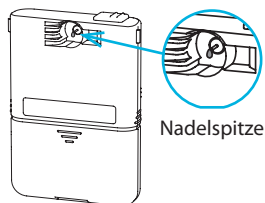

Abbildung 83
- Halten Sie die Pumpe in der Ausrichtung, wie in Abbildung 83 dargestellt, und drücken Sie die Taste am PDA zum Auffüllen des Reservoirs (Abbildung 84). Der Kolben beginnt sich langsam zu bewegen. Drücken Sie die Taste so lang, bis ein Tropfen Insulin auf der Nadelspitze zu sehen ist (Abbildung 83). Der Hintergrund der Schaltfläche „Fortfahren“ wird aktiviert, wenn er von grau zu grün wechselt. Drücken Sie „Fortfahren“, um mit dem nächsten Schritt fortzufahren.